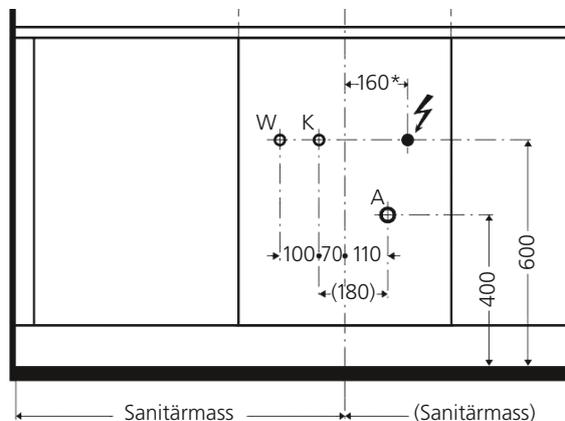

Abb. 1: Lage der Anschlüsse
- Installation der Zu- und Ablaufleitungen für Normküchen gemäss Abbildung 1.